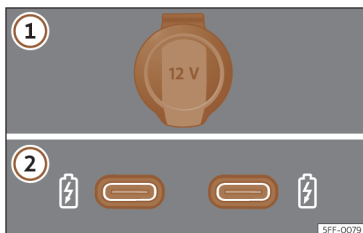

Fig. 163 Tomadas de corrente de 12 Volts do veículo
>>> Fig. 163
Em função do equipamento e do país, o veículo pode dispor também de conectores USB com função **exclusivamente de carga ou tomada de corrente** >>> **Fig. 163 ②**.